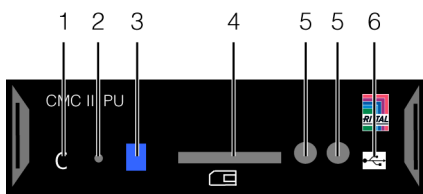

Fig. 92 : unité de régulation du Liquid Cooling Package (UC CMC III) – face avant
Pour activer le régime normal, actionner une fois brièvement la touche « C » (fig. 92, pos. 1).